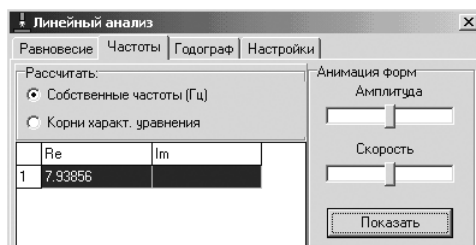

Рис. 1.44. Диалоговое окно **Линейный анализ** с открытой вкладкой **Частоты** и включенным переключателем **Собственные частоты**
- щелкните в диалоговом окне **Линейный анализ** по вкладке **Частоты**. Открывается соответствующая вкладка, см. рис. 1.44.